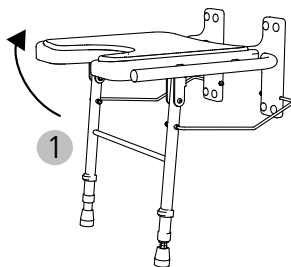

fig. 6
1. Relevez l'assise pour replier le siège (fig. 6, 1). Les pieds se replient automatiquement et le siège de douche escamotable est maintenu contre le mur sans encombrement.